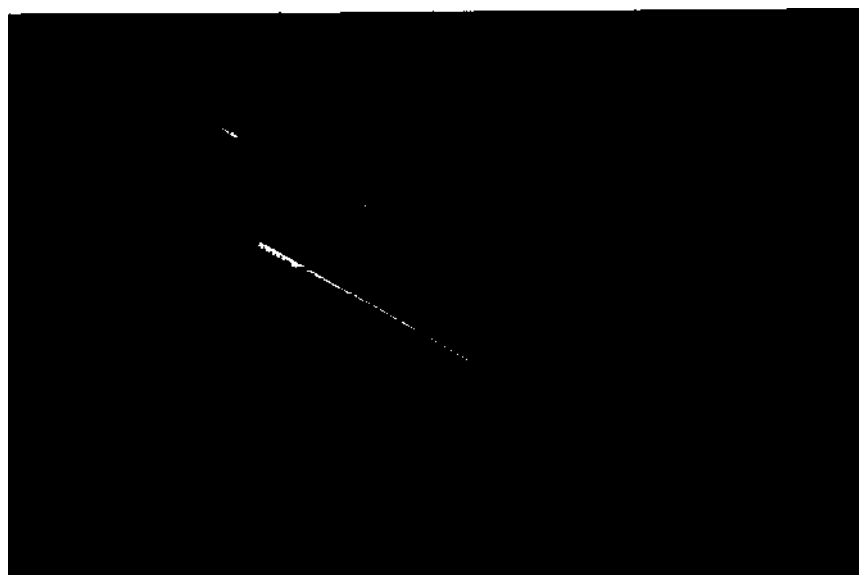

Рисунок 3. Линия наполнения максимальным количеством образца с антикоагулянтом ($1,57 \pm 0,03$ мл)
14. Извлеките тест-флаконы Ves-tes (Вес-тек) из групповой упаковки. Далее перелейте кровь по стенке тест-флакона Ves-tes (Вес-тек) до линии наполнения (см. рис. 3), минимальный объем пробы должен составлять 0,9 мл. После того, как необходимое количество крови окажется в тест-флаконе, шприц необходимо утилизировать.